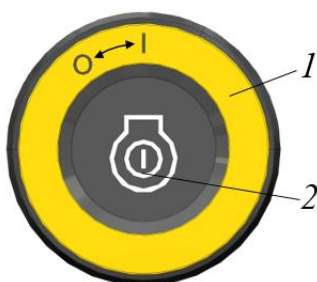

Рисунок 3.63. Кнопка старт-стоп
Пуск двигателя осуществляется при помощи кнопки «Старт-стоп» (см. поз. 2, рис. 3.63) на консоли справа от сиденья оператора.
- ▶ Нажать кнопку старт-стоп поз. 2 (рис. 3.63) и удерживать до запуска ДВС.
- ▶ Уменьшить обороты двигателя до минимальных холостых и повернуть поворотную часть кнопки старт-стоп (см. поз. 1, рис. 3.63) из положения «I» в положение «0» - двигатель остановится.